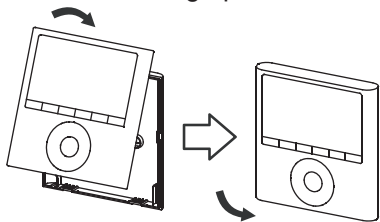

Fig 3-9
- Lors du réglage et du montage du boîtier supérieur, évitez de serrer le câblage pendant l'installation. (Fig 3-9)